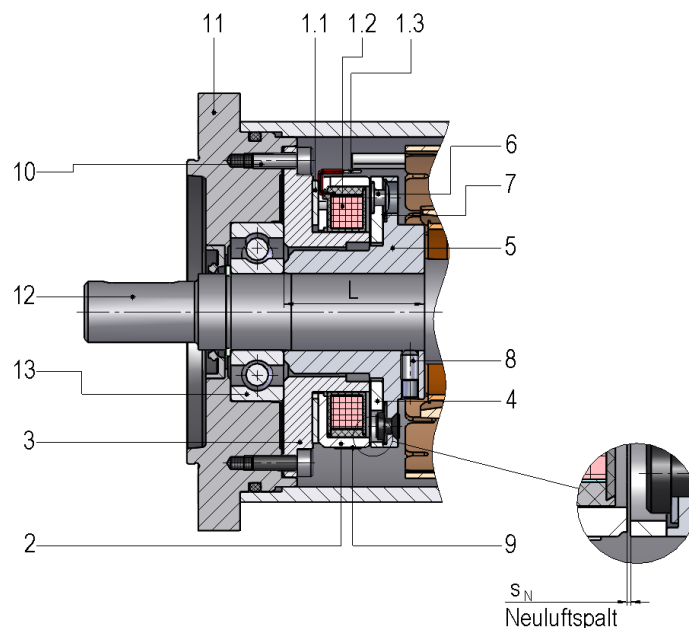

Abb. 14/1: Permanentmagnet-Einflächenbremse 86 621..H00 mit Anker 400
- i** Der Abstand L (siehe Abb. 14/1) zwischen dem Außenring des Kugellagers (13) (Anschlag für Innenring (3) der Bremse) und der Anschlagsschulter der Maschinenwelle (z.B. Motorwelle) (12) (Anschlag für Flanschnabe (5)) ist so zu dimensionieren, dass sich beim Einbau bzw. Montage der Komponente in die Maschine (z.B. Motor), der erforderliche Neuluftspalt s_N (siehe Tab. 38/1, Technische Daten) einstellt.
Bezugszeichenlisten zur Abb. 14/1